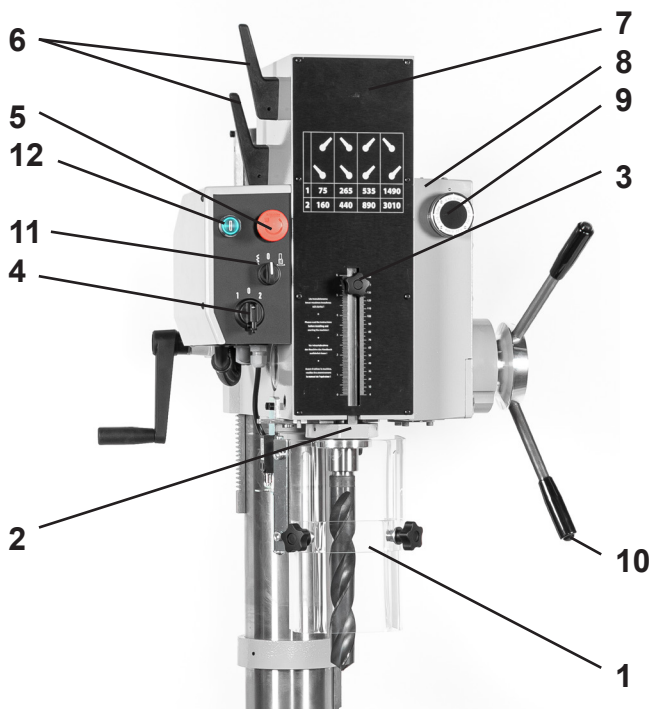

Figura 8 - Testa del trapano
Vedere la posizione del pulsante di arresto di emergenza (5) in figura 8. L'arresto di emergenza deve essere utilizzato in caso di emergenza per arrestare la macchina il più rapidamente possibile.